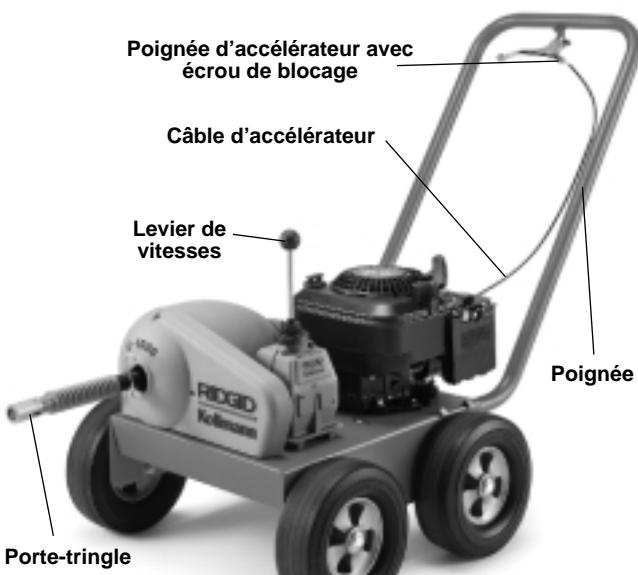

Figure 1
1. Introduisez les embouts de la poignée dans les manchons correspondants de l'embase et fixez-la à l'aide des deux boulons de $\frac{3}{8}$ po fournis (*Figure 1*).
8. Connectez la tringle au porte-tringle de la machine (*Figure 1*).